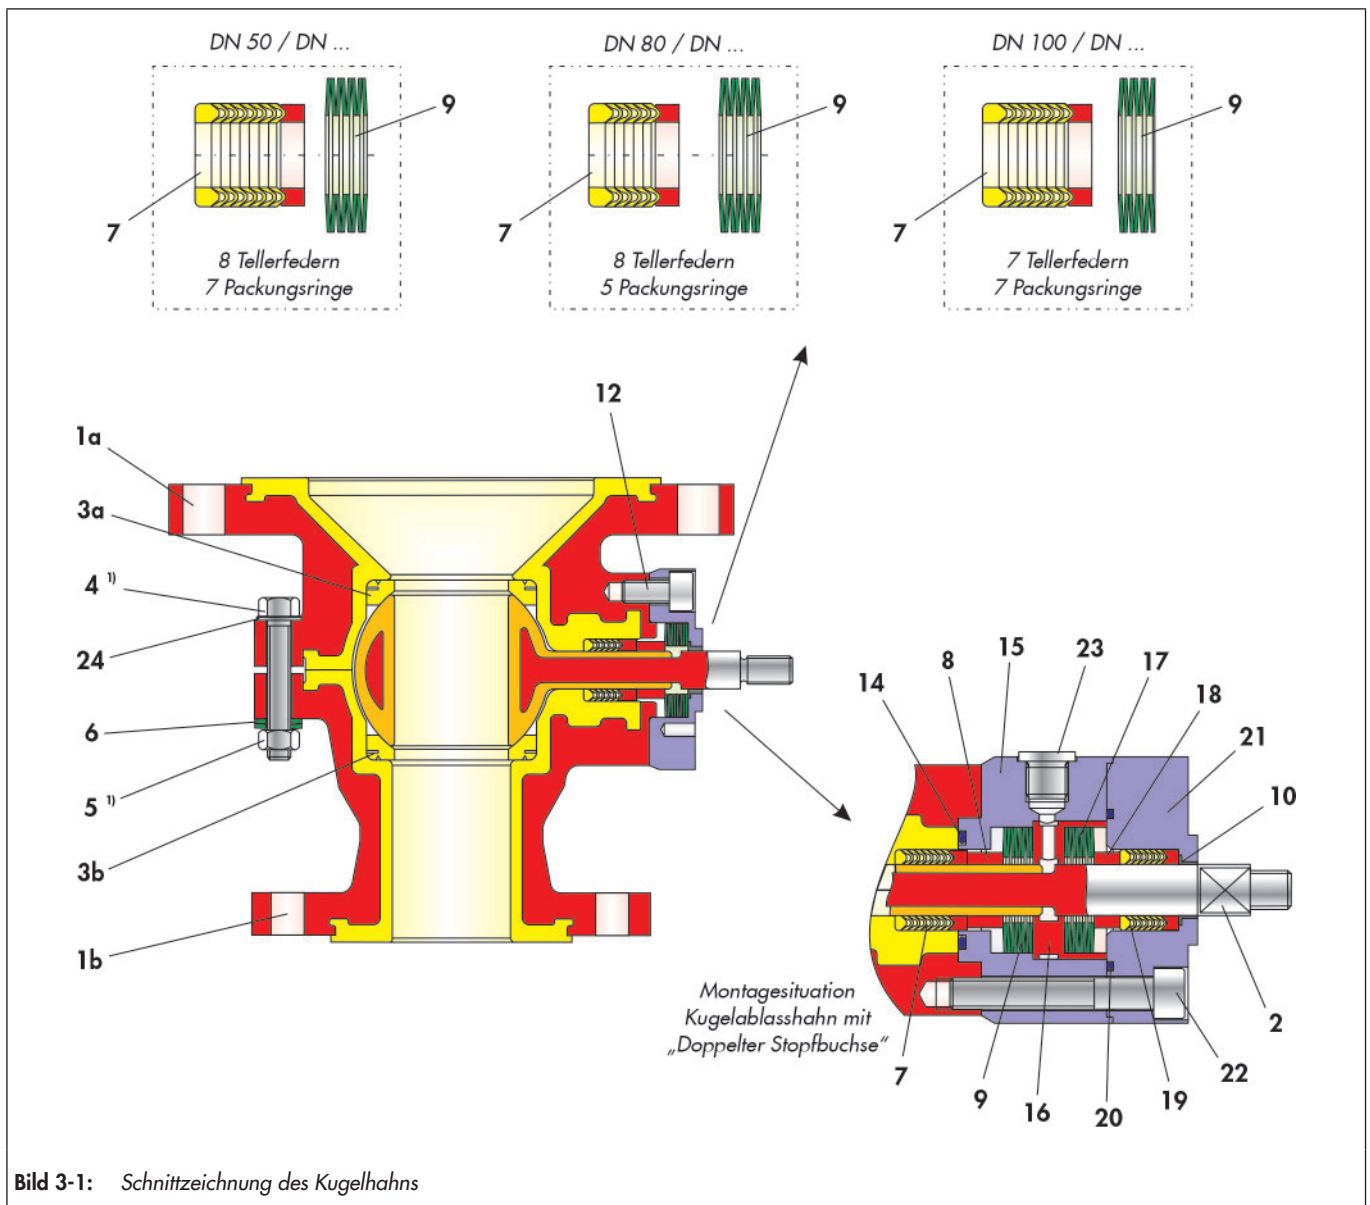

Bild 3-1: Schnittzeichnung des Kugelhahns
- ⇒ Kugel (2) auf Dichtring des Gehäuseteils (1a) legen.
- ⇒ Dachmanschettenpackung (7) mit einer leicht drehenden Bewegung über den Schaft der Kugel stülpen. Anzahl der Packungsringe der Zeichnung entnehmen, vgl. Bild 3-1.
- ⇒ Gehäuseteile mit Schrauben (4), Scheiben (24), Tellerfedern (6) und Muttern (5) handfest miteinander verschrauben. Anordnung der Tellerfedern der Zeichnung entnehmen, vgl. Bild 3-1.
- ⇒ Druckring (8) über den Kugelschaft an die entsprechende Stelle in das Gehäuse eindrücken.
- ⇒ Tellerfedersatz (9) über den Kugelschaft auf den Druckring legen. Anordnung und Anzahl der Tellerfedern der Zeichnung entnehmen, vgl. Bild 3-1.
- ⇒ Lagerbuchse (10) in den Stopfbuchsflansch (11) einlegen.
- ⇒ Vormontierter Stopfbuchsflansch sauber auf das Gehäuse aufsetzen und mit den Schrauben (12) justieren.
- ⇒ O-Ring (14) in das Stopfbuchsunterteil (15) einlegen
- ⇒ Druckring (8) so in das Stopfbuchsunterteil einsetzen, dass er auf der Dachmanschettenpackung (7) aufliegt.
- ⇒ Tellerfedersatz (9), Distanzrolle (16) und Tellerfedersatz (17) einlegen. Anordnung der Tellerfedern der Zeichnung entnehmen, vgl. Bild 3-1.
- ⇒ Druckring (18) aufsetzen.
- ⇒ Stopfbuchsoberteil (21) für die Montage vorbereiten und Lagerbuchse (10) sowie Dachmanschettenpackung (19) einschieben.
- ⇒ O-Ring (20) in die vorgesehene Nut des Stopfbuchsoberteils eingelegen.
- ⇒ Vormontiertes Stopfbuchsoberteil auf montiertes Stopfbuchsunterteil (15) setzen.
- ⇒ Schrauben (22) einsetzen.